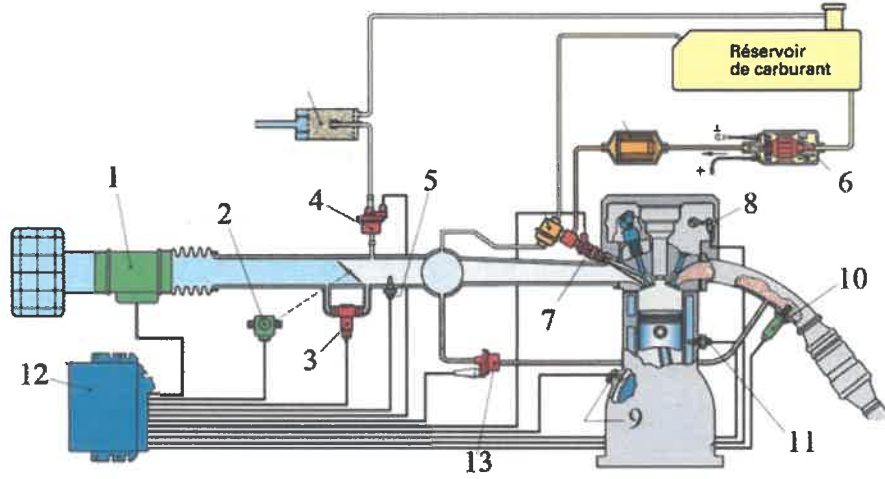

Fig.7
D'après le schéma du système d'injection représenté dans la Fig.7.
Q.25. D'après le schéma Fig.7, déterminer le rôle de l'élément repéré 12 :